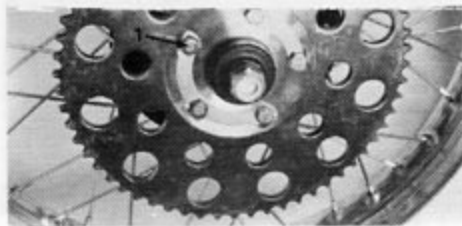

Fig. 45 - Mozzo con corona
- Svitare le 5 viti Fig. 45 e staccare la corona.